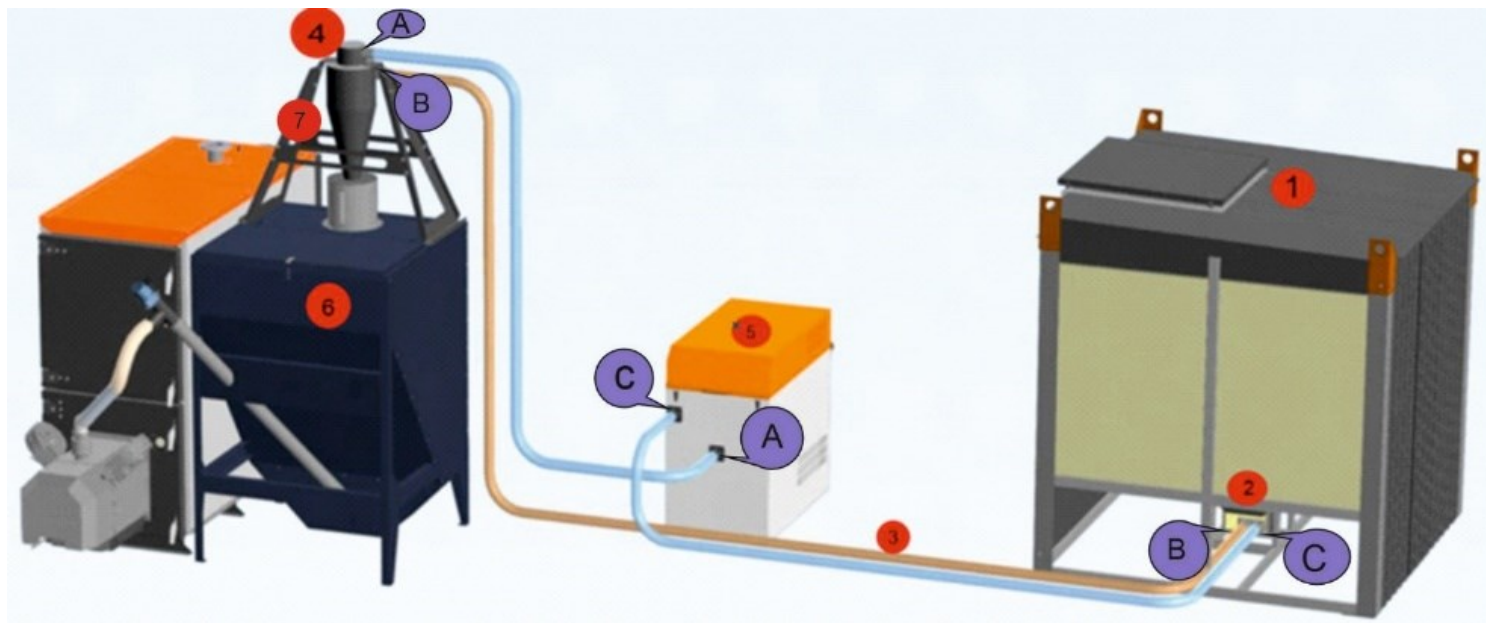

Рис.2. Схема подключения автоматического пневмоподающего устройства.
- 3.1 Дозатор (поз.4) устанавливается на топливный(поз.6) бункер котла с монтажной (поз.7) площадкой. Топливоприемник (поз.2) с шибером монтируется на хранилище топлива (при заказе склада топлива вместе с пневмоподачей – устанавливается на заводе-изготовителе). Дозатор (поз.4) и топливоприемник (поз.2) пневмоподающего устройства соединяются 2-мя гибкими гофрированными шлангами (поз.3) диаметром 60 мм, длиной 10 метров каждый. В разрыв отводящего шланга дополнительно устанавливается компрессор (поз.5) – шланг делится на две части необходимой длины в зависимости от места расположения компрессора, который располагается около котлового бункера (поз.6). Входы и выходы шлангов подключаются по маркировке (А-А, В-В, С-С) – маркировка входа и выхода одного шланга должна совпадать (рис.2).